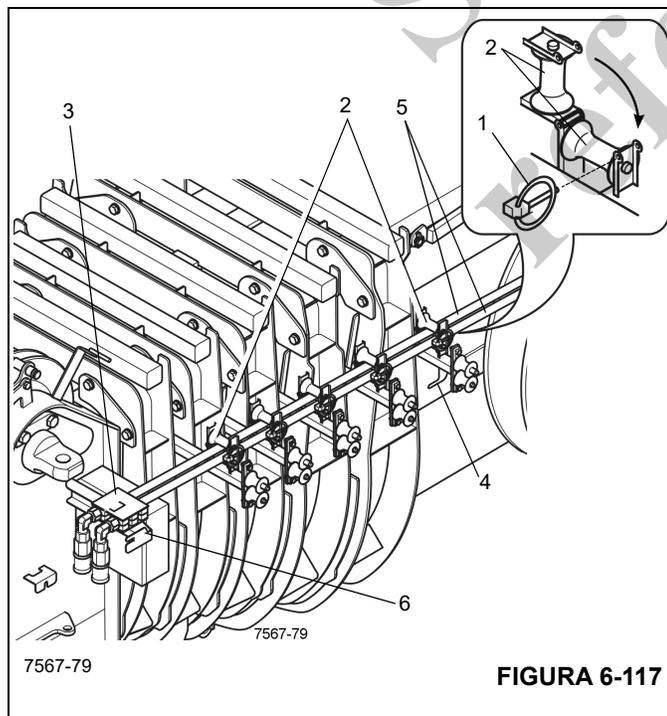

FIGURA 6-117
2. Retire los pasadores abisagrados (1), (Figura 6-117), y pliegue las poleas guía (2), (Figura 6-117).
3. Retire la protección contra tirones (3), (Figura 6-117), de su escuadra de montaje de la pluma principal (4), (Figura 6-117), y tire de las mangueras hidráulicas (5), (Figura 6-117), hacia la punta de la pluma.
4. Enganche la protección contra tirones en la escuadra de montaje de la punta de la pluma principal (6), (Figura 6-117).
5. Baje las poleas guía (2), (Figura 6-117), y asegúrelas con los pasadores abisagrados (1), (Figura 6-117).